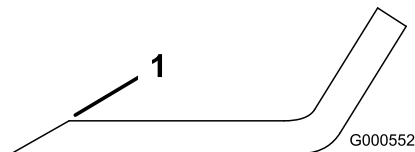

Figura 99
1. Utilice una lima para afilar el filo de corte en ambos extremos de la cuchilla (Figura 99).
Nota: Si la cuchilla no está equilibrada, rebaje algo el metal en la parte de la vela solamente con una lima (Figura 99).